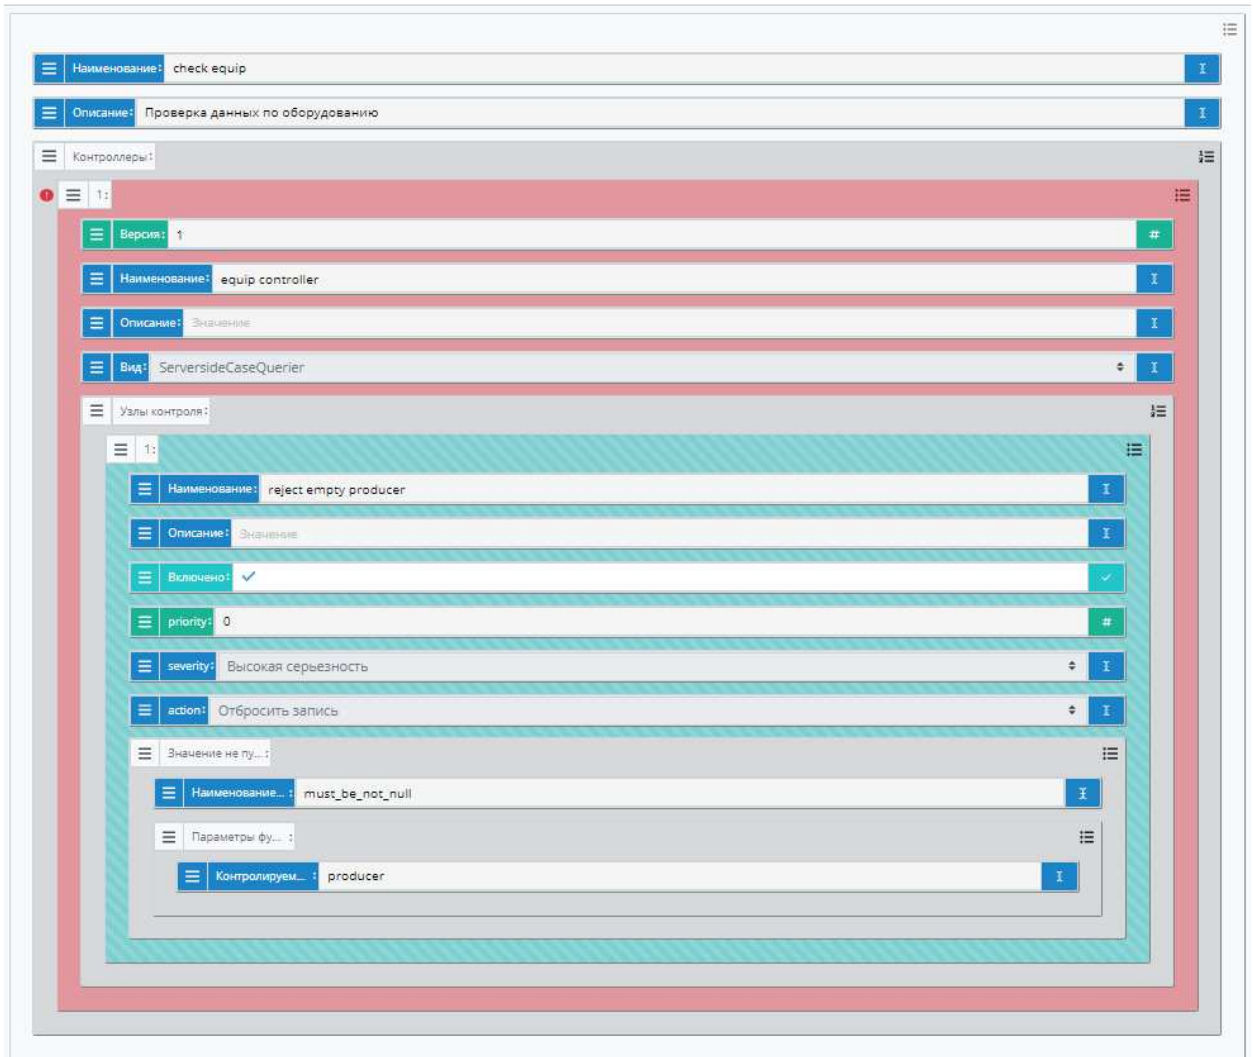

Рисунок 85. Список проверок
5) Доступные для правила проверки зависят от используемого вида контроллера. В текущей версии приложения используется один вид контроллера: ServersideCaseQuerlier. Данный контроллер реализует проверки с помощью SQL-запросов. Контроллер правила может включать в себя различные проверки - узлы контроля. Узлы контроля - это элементарные проверки, которые будут выполняться над данными (Рисунок 85).